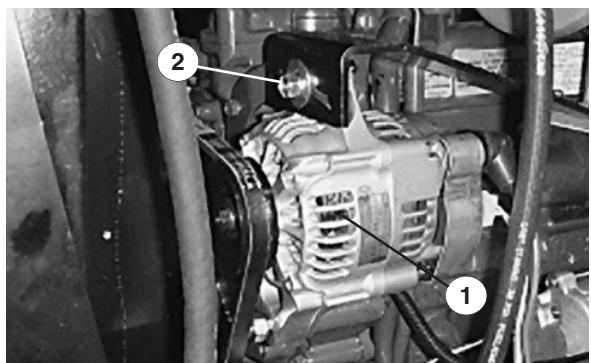

Bild 26
1. Zustand und Spannung—Kontrollieren Sie den Zustand und die Spannung der Treibriemen (Bild 26) alle 100 Betriebsstunden.